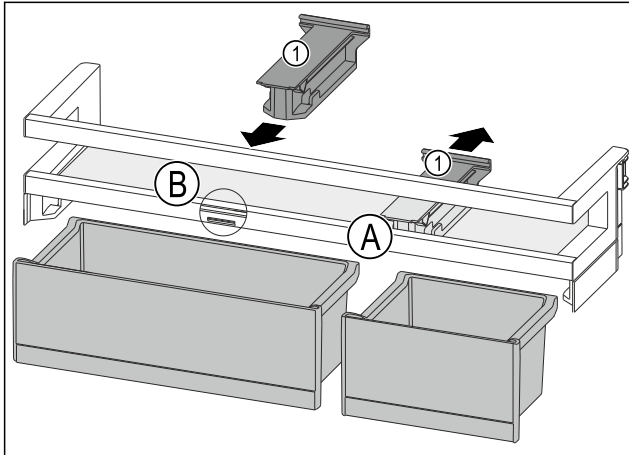

Fig. 97
- ▶ Снимите крепление Fig. 97 (1) в позиции Fig. 97 (A), отодвинув его назад.
- ▶ Установите крепление Fig. 97 (1) в позиции Fig. 97 (B).